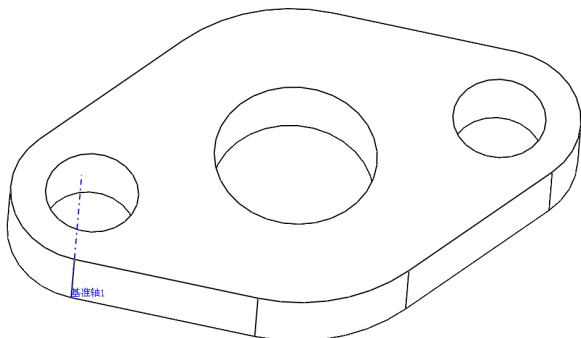

图 4-33 打开素材模型
(1) 单击常用工具栏中的【打开】按钮，打开一幅素材模型，如图4-33所示。